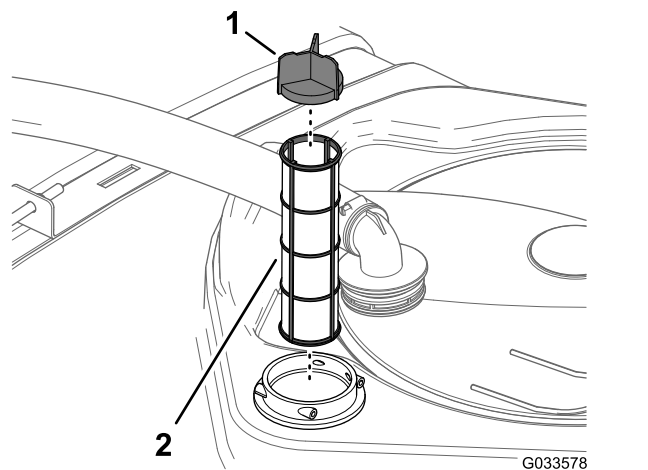

Figura 79
4. Scoateți sita de aspirație din carcasa filtrului din rezervor (Figura 79).